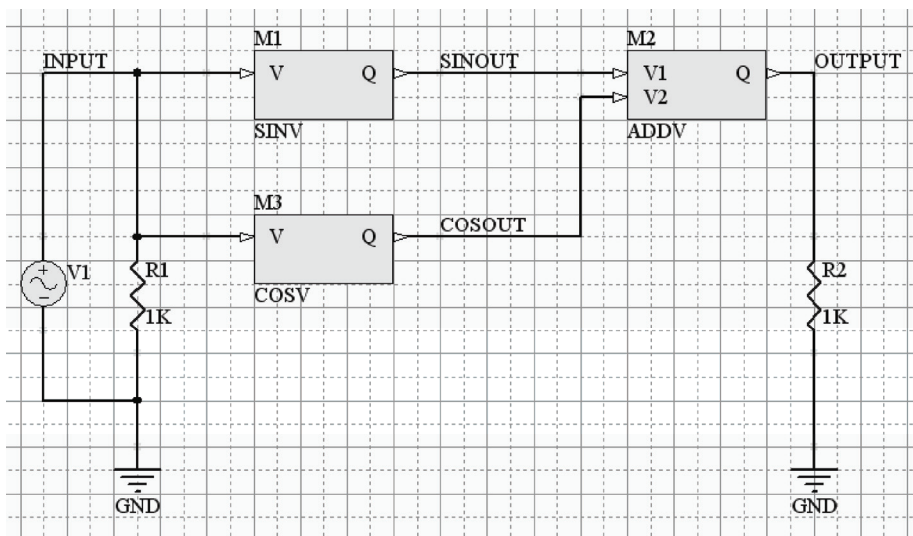

图 10-27 添加网络标签
(10) 在原理图中需要观测信号的位置处添加网络标签。在这里，需要观测的信号有 4 个：输入信号、经过正弦变换后的信号、经过余弦变换后的信号及相加后输出的信号。因此，在相应的位置处放置 4 个网络标签：“INPUT”、“SINOUT”、“COSOUT”、“OUTPUT”，如图 10-27 所示。
(11) 执行 “Simulate” → “Setup” 菜单命令，在系统弹出的分析设定对话框中先进行通用参数设置。